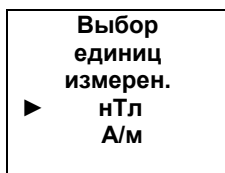

Рисунок 4
9.2.1. Включите измеритель, нажав кнопку **I**. После включения на экране измерителя отображается меню выбора единиц измерения (рисунок 4).